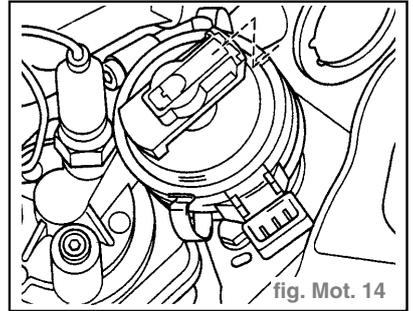

fig. Mot. 14
- Repère du cylindre 1 sur le boîtier d'allumeur. (fig. Mot. 14)